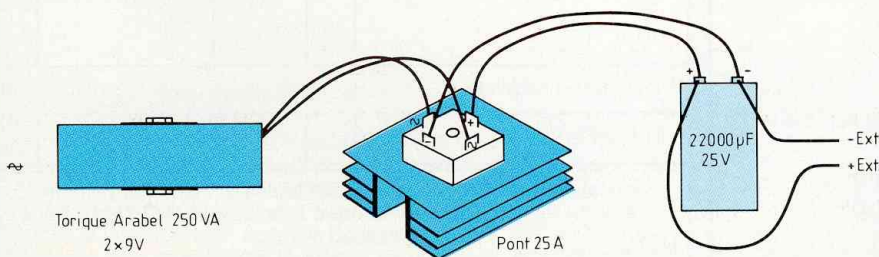

Fig. 4 : Montage de test et d'application grande puissance.
La figure 4 est un bon exemple de montage externe, capable de délivrer 300 W en refroidissant simplement le pont de redressement (qui remplace D5 à D8 prévues pour 6 A en pointe) grâce à un réservoir de 22 000 μ F/25 V,
– Les diodes D5 à D8 sont alors inactives, câbler en 15 ou 20/10^e selon figure 4